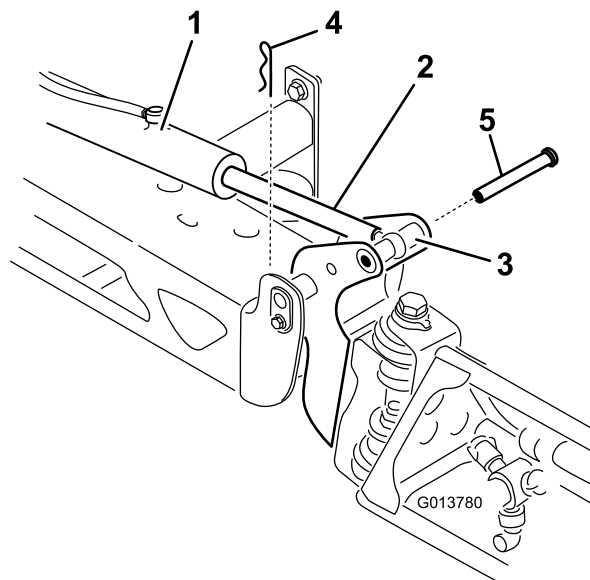

图47
2. 从枢轴销 图47 上拆下开口销。
3. 提起喷洒臂、然后拆下柱销 图47。慢慢将喷洒臂降落到地面上。
7. 支撑住喷洒臂、将柱销插入喷洒臂枢轴和提升器杆 图47。